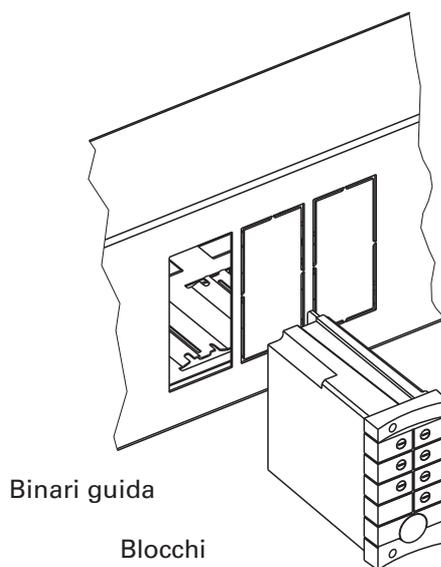

Fig. 3
- Inserire il modulo tramite i binari guida (fig. 3).